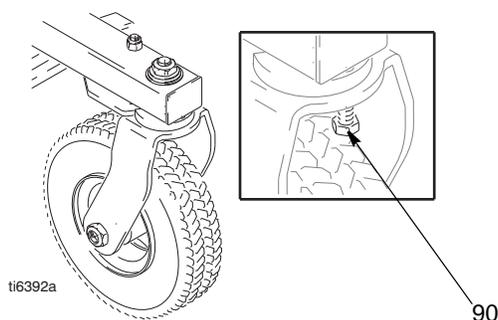

FIG. 1
1. Fig. 1. Desaperte o parafuso de cabeça sextavada (90).
7. Instale os parafusos (34) na caixa de transmissão. Aperte uniformemente, de acordo com o valor da nota 3 na Fig.1.
9. Instale a tampa frontal (52) com dois parafusos (32).
- ① Óleo.
- ② Vede com massa lubrificante para rolamentos 110293.
- ③ Utilize um binário de aperto de 130 - 150 pol.-lbs (14 - 16,9 N-m).